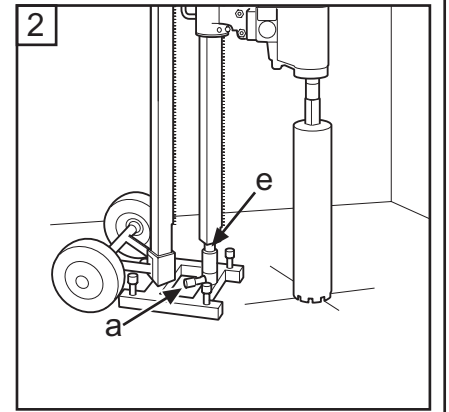

Fig.15
5. Kontrollera borkronans läge. Justera borrarplaren genom att lossa de båda låsskruvarna (b och c). Drag fast skruvarna ordentligt innan borrning. Lås stämpskruven i låshylsan med låsskruv (a) och mutter (e), drag åt med 24/ 30 mm nyckel (Fig. 15).
5. Kontrollér borekronens placering. Juster boresøjlen ved at løsne de to låseskruer (b og c). Spænd skruerne ordentligt inden boring. Lås stempelskruen i låsebøsningen med låseskruen (a) og møtrikken (e), og spænd med 24/30-mm-nøgle (Fig. 15).
5. Kontroller borkronens stilling. Juster borsøylen ved å løsne de to låseskruene (b og c). Trekk skruene godt til før boring. Lås søyleskruen i låsehylsen med låseskruen (a) og mutter (e), trekk til med 24/30 mm nøkkel (Fig. 15).